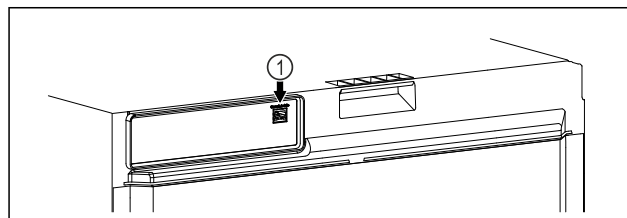

Fig. 109
- A SmartModule Fig. 109 [1] be van helyezve.